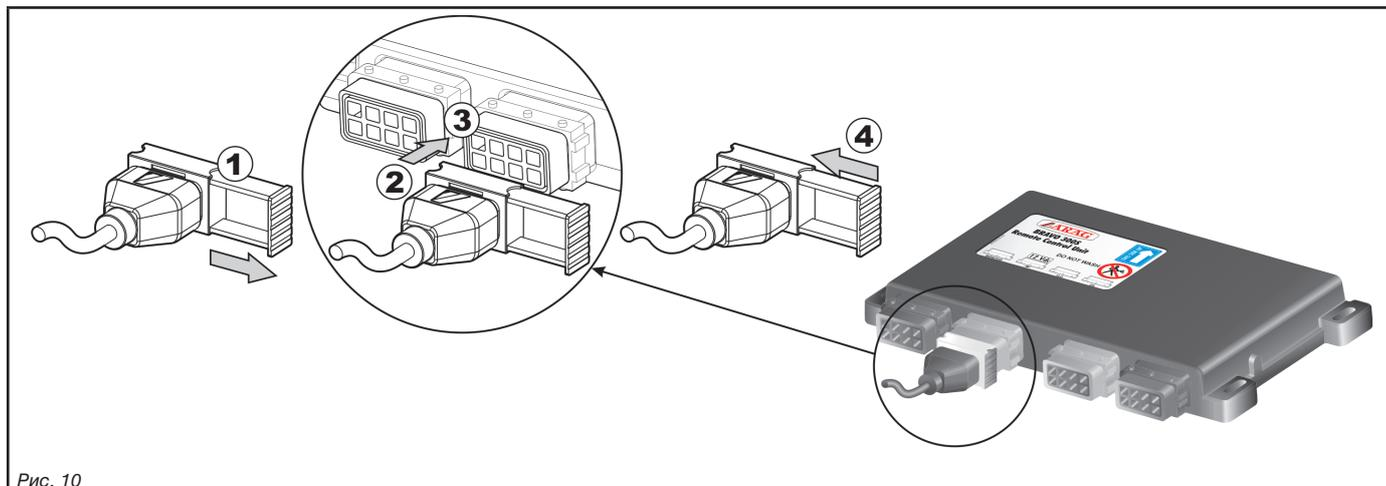

Рис. 10
- Откройте суппорт разъема (1, Рис. 10).
- Вставьте разъем (2) в розетку (3) и нажмите на него: **будьте осторожны, так как электрические контакты могут погнуться.**
- Закройте суппорт (4) до упора.